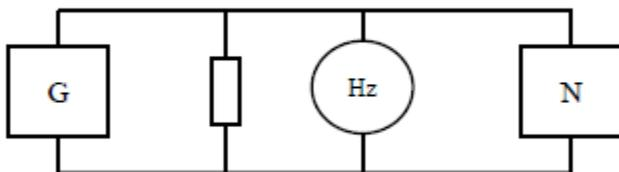

Рис. 7.8. Схема измерения периода сигнала с помощью осциллографа
7.29. Подайте исследуемый сигнал с генератора на вход Y осциллографа, используя схему рисунок 7.8.